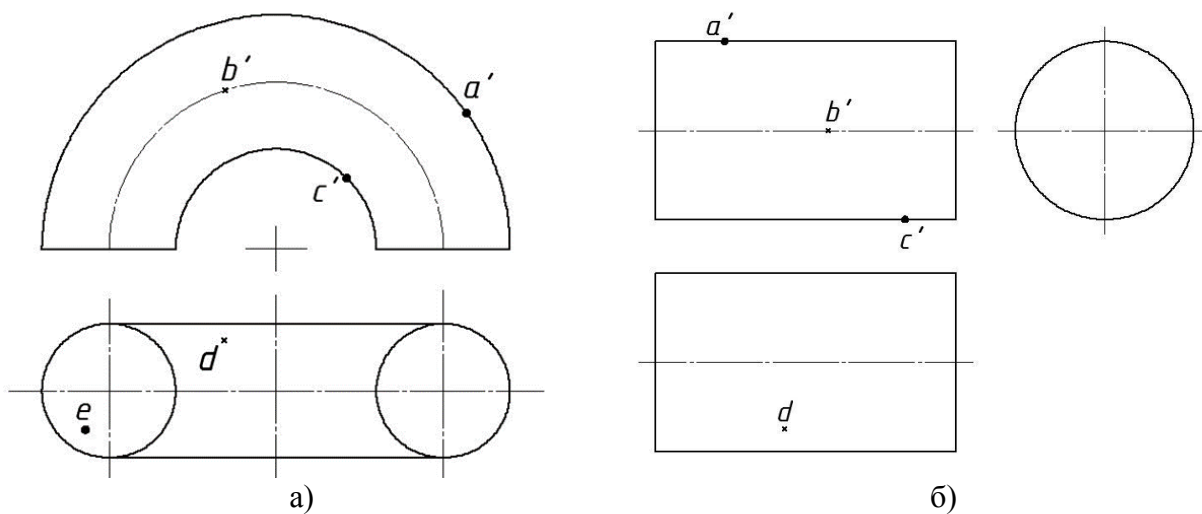

Рисунок 26 – Поверхности (а-тор, б-цилиндр)
**Задание 28. Построить недостающие проекции точек, лежащих на поверхности тора и цилиндра (рисунок 26)**